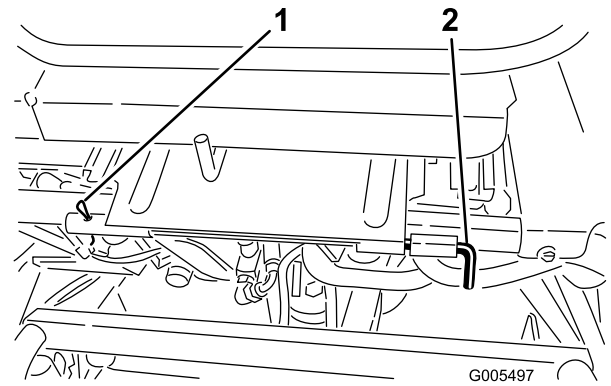

図 9
8. シート・アセンブリを取り付け (図 9)、シート・ピボット・ロッドとロール・ピンで固定する。